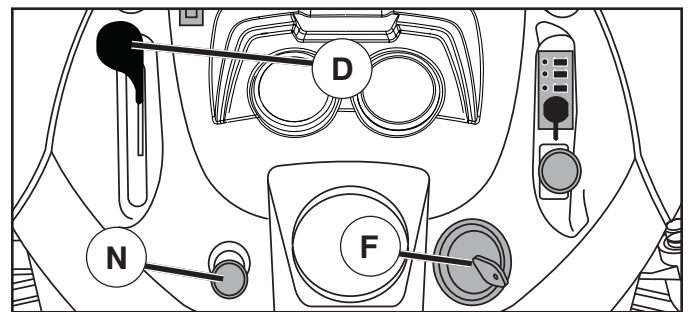

Fig. 6
POUR UTILISER LA COMMANDE DES GAZ (D)(Voir la Fig. 6)
POUR UTILISER L'ÉTRANGLEUR (N) (VOIR LA FIG. 6)